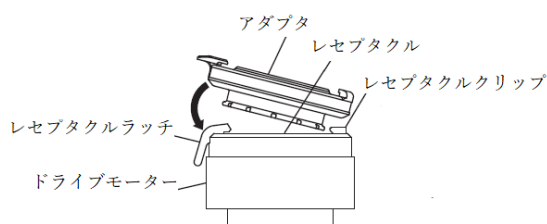

図2 アダプタをサーズアドバンストパーフュージョンシステム1に装着する
- B) サーンズアドバンストパーフュージョンシステム 1 と併用する場合 (図 2 参照)